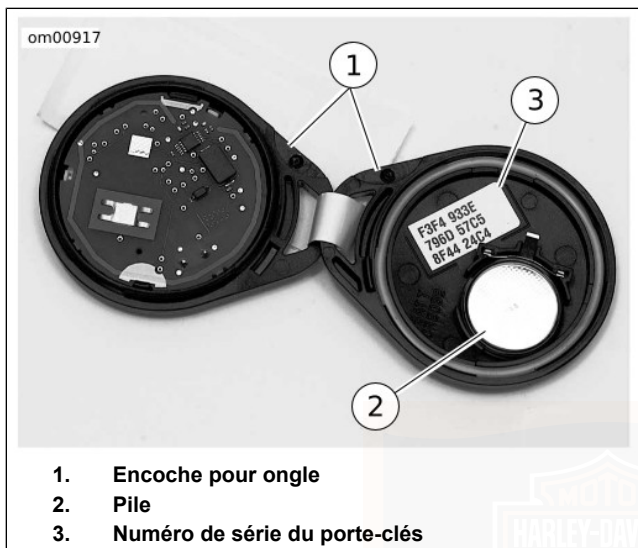

Figure 23. Pile du porte-clés à mains libres
1. Voir la Figure 23. Tourner lentement une lame mince dans l'encoche pour onglet (1) sur le côté du porte-clés pour séparer les deux moitiés.
2. Retirer la pile (2) et la jeter.